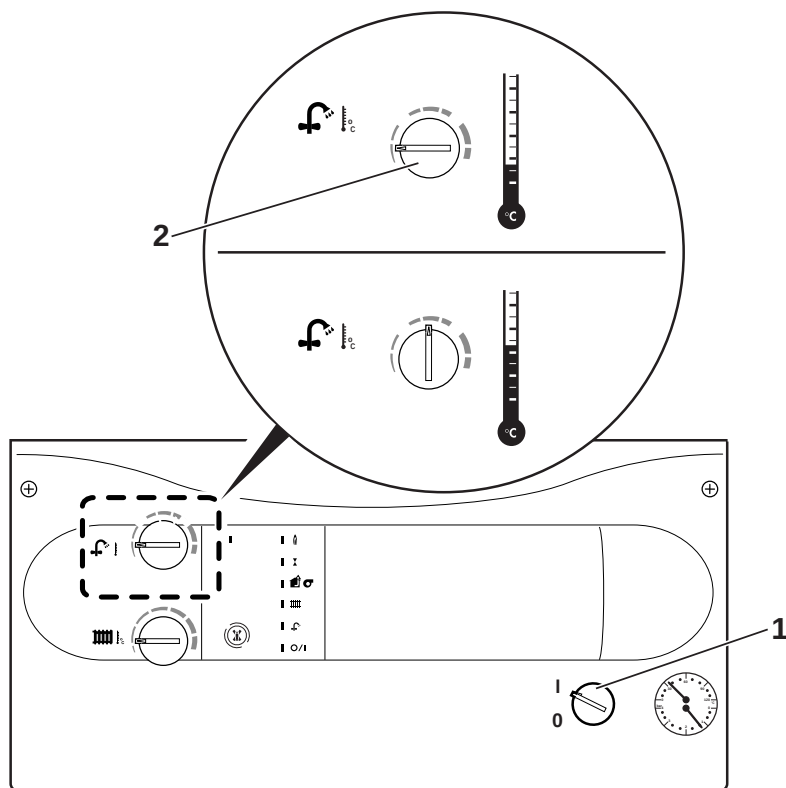

Fig. B.5: Préparation du niveau d'eau
Pour un degré de dureté de l'eau supérieur à 10 (1,79 mol/m³), placer le bouton tournant (2) au maximum sur la position centrale (Fig. B.5).